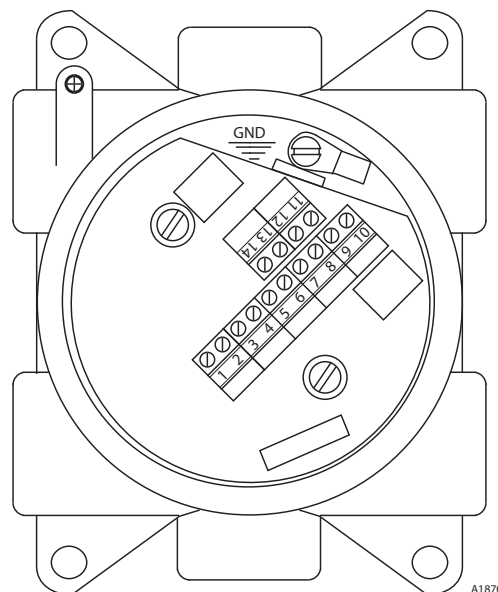
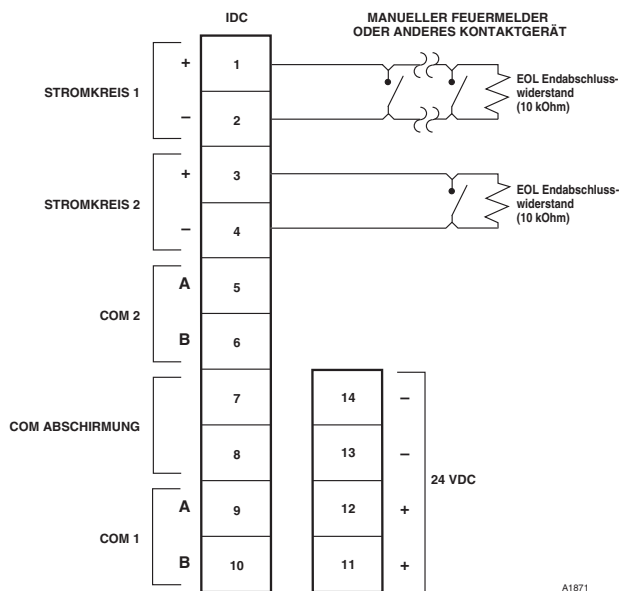
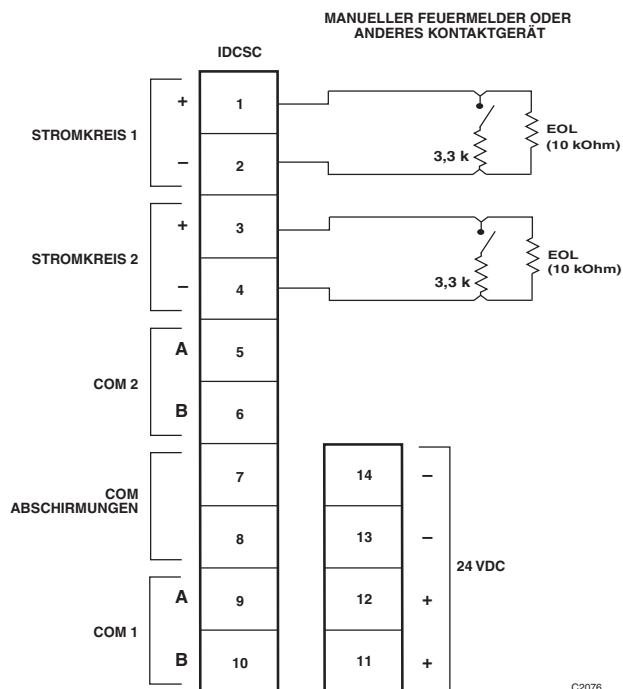

Abbildung 3-4 - Montage der IDC-Anschlusskarte in Anschlusskasten mit sechs Anschlüssen
Abbildung 3-5 - Klemmenkonfiguration für IDC
Abbildung 3-7 - IDCSC-Klemmenkennzeichnung
2. Die externen Systemleitungen an die entsprechenden Klemmen der Klemmleiste anschließen. (Die Lage der Klemmleiste ist in Abbildung 3-4, die Klemmleistenkennzeichnung in Abbildung 3-5 angegeben.) Der IDC-Eingang besteht aus einem oder mehreren Schaltern mit Schließkontakten (Tipptaster werden nicht empfohlen) mit einem EOL-Widerstand (10 kOhm, 0,25 W), der parallel zum am weitesten vom Eingang befindlichen Schalter geschaltet ist.
- Das Kommunikationsmodul vom Anschlusskasten entfernen. Die externen Leitungen an die entsprechenden Punkte der Geräteklammelleiste anschließen. (Die Lage der Klemmleiste ist in Abbildung 3-4, die Klemmleistenkennzeichnung in Abbildung 3-6 angegeben.)
2. Das Kommunikationsmodul vom Anschlusskasten entfernen. Die externen Leitungen an die entsprechenden Klemmen der Geräteklemmleiste anschließen. (Die Lage der Klemmleiste ist in Abbildung 3-4, die Klemmleistenkennzeichnung in Abbildung 3-7 angegeben.) Der IDCSC-Eingang besteht aus einem Schalter mit Schließerkontakten mit einem in Reihe geschalteten 3,3-kOhm-Widerstand und einem EOL (Endabschluss)-Widerstand (10 kOhm, 0,25 W), der parallel zum Schalter geschaltet ist.